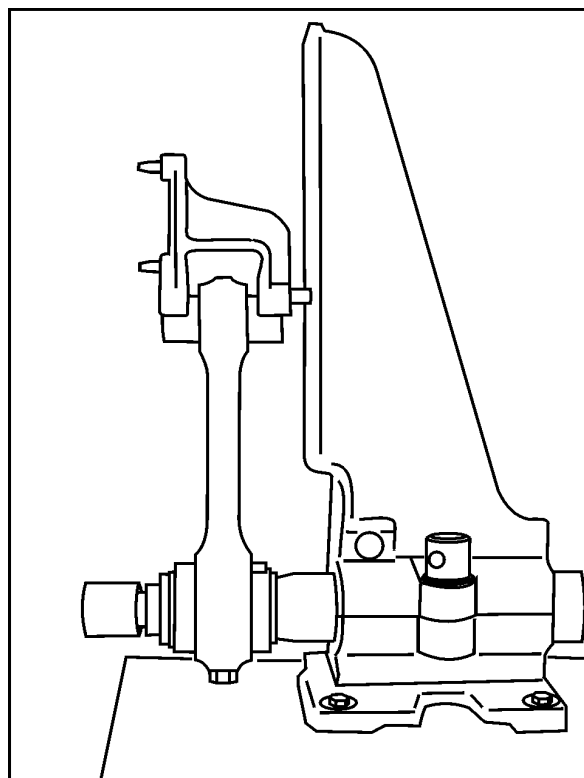
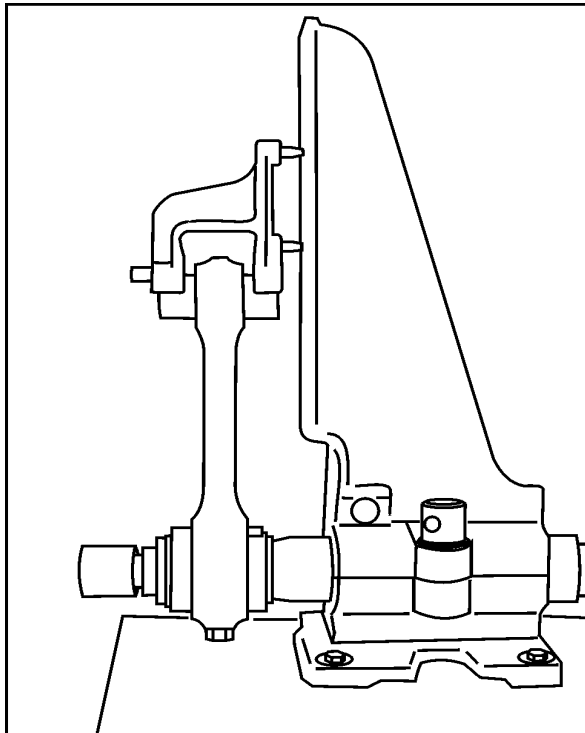

FIG 8
FIG 9
6. Verifique o empenamento da biela **Fig. 8** e o alinhamento, **Fig. 9**, com uma ferramenta própria.